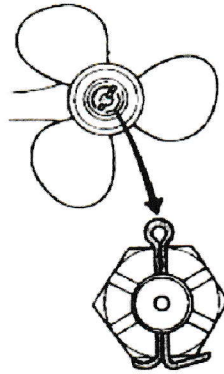

Рис. 50. Последовательность установки
- 5) Вставить разводной шпильки в специальное отверстие в вале гребного винта, загнуть усы разводного шпильки (См. Рис. 50).